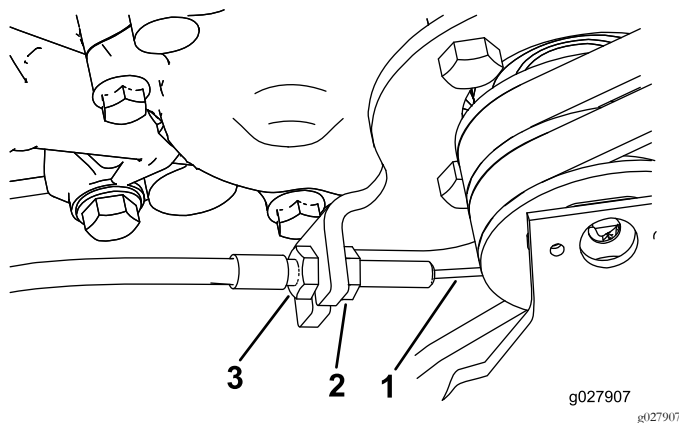

Рисунок 43
3. Для увеличения натяжения троса ослабьте переднюю зажимную гайку троса, одновременно затягивая заднюю зажимную гайку троса (Рисунок 43) до получения на рычаге управления тягой требуемого усилия 2,75 – 3,25 кг.